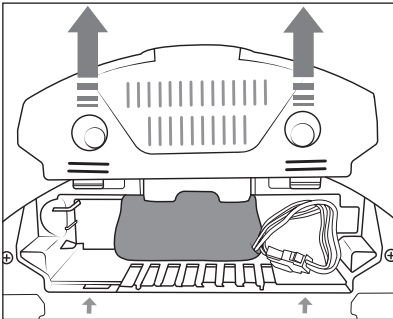

Fig. 13
- 1) Retirez le couvercle du compartiment à batterie 15 de l'appareil (voir figure 13).